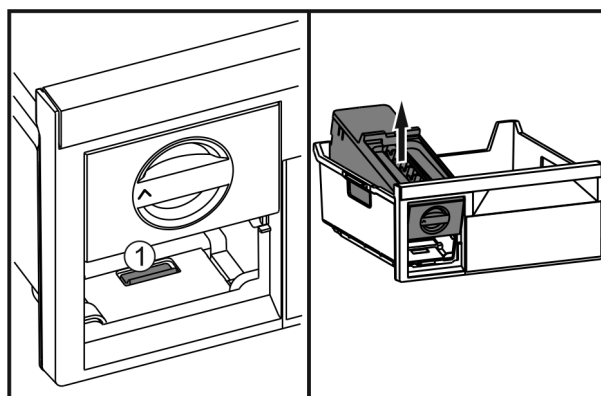

Fig. 37
- ▶ Lip *Fig. 37 (1)* indrukken, EasyTwist-Ice van achter optillen en uit de vrieslade nemen.